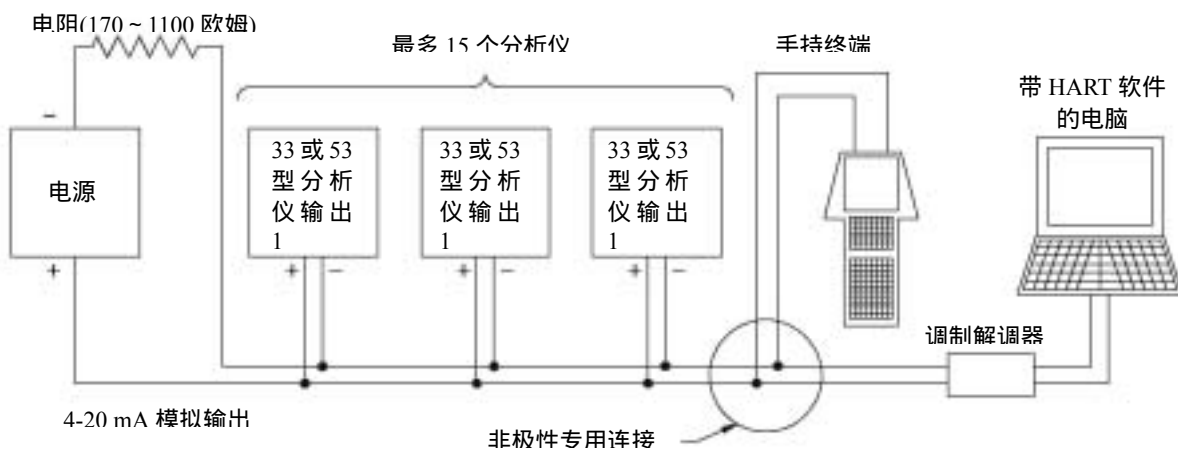

图 3-4 HART 多分析仪布线方法（用于多分析仪网络）
2. 参考图 3-4，并将每个分析仪（最多 15 个）的 4-20 mA 模拟输出 1 信号以并联的方式连接到一个电缆上，极性如图所示。